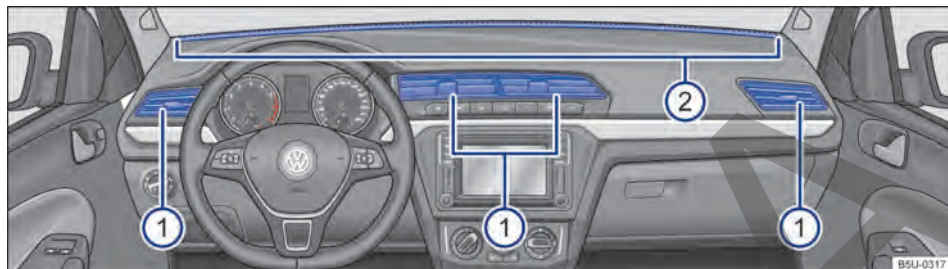

Fig. 79 En el panel de instrumentos: difusores de aire.
Para conseguir un rendimiento calorífico, una refrigeración y una entrada de aire suficientes en el interior del vehículo, los difusores de aire nunca se deberán cerrar completamente → fig. 79 ①.
- Para abrir los difusores de aire ①, presionar en la parte superior del difusor de aire.
Hay otros difusores de aire, no regulables, en el panel de instrumentos → fig. 79 ② y en las áreas para los pies.